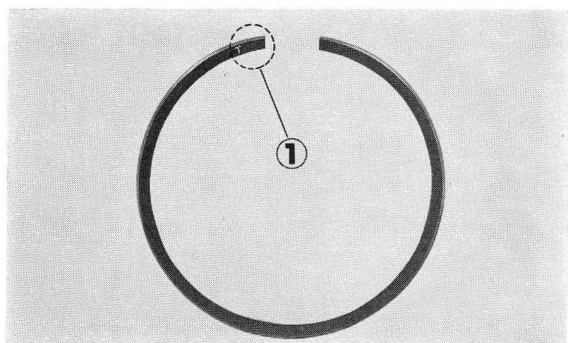

Figure 2-32 : ① marque de fabrique
- b. La marque de fabrique doit être sur la face supérieure du segment (figure 2-32).